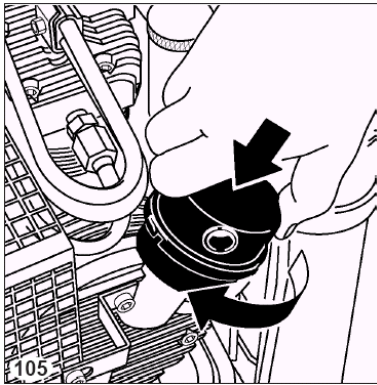

Рис. 29.
1. Слегка надавить на крышку фильтра и повернуть ее по часовой стрелки (рис. 29).